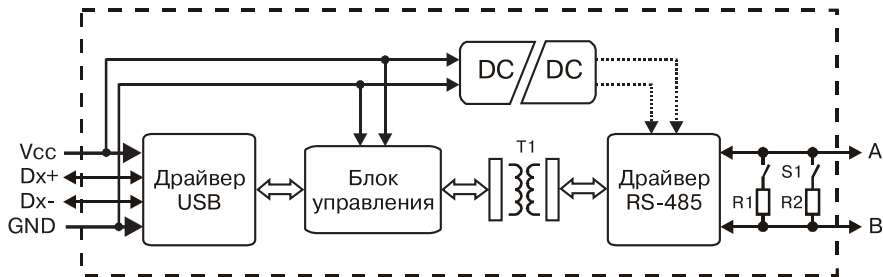

Рис. 4.2. Функциональная схема прибора АС4
4.3. Функциональная схема прибора приведена на рис. 4.2.